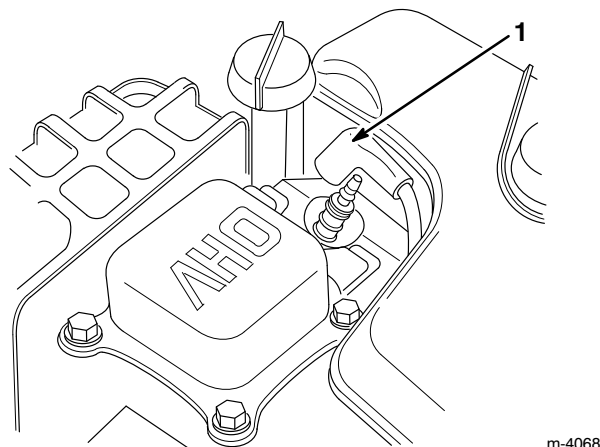

Figure 31
2. Débranchez la bougie (Fig. 31), puis retirez-la de la culasse.
6. Rebranchez la bougie (Fig. 31).